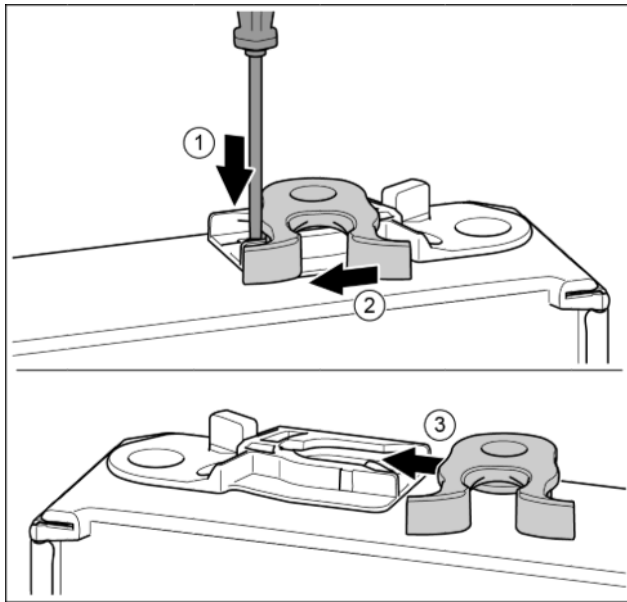

Fig. 13
- ▶ Pousser vers le bas la languette avec un tournevis plat. Fig. 13 (1)
- ▶ Tirer le crochet de fermeture en dehors du guide. Fig. 13 (2)
- ▶ Pousser le crochet de fermeture dans le guide de l'autre côté. Fig. 13 (3)